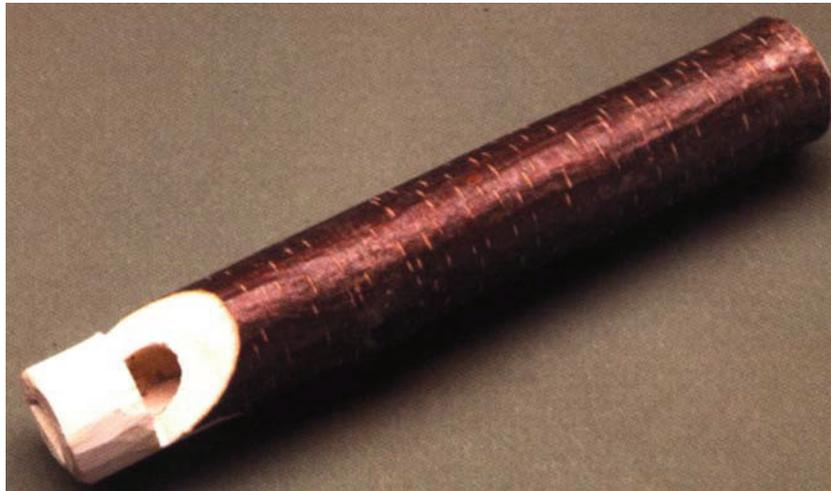

Figure A-12 Sifflet terminé
11. S'assurer que le sifflet ressemble à celui de la figure A-12 et qu'un son en sort quand on souffle dans l'extrémité.